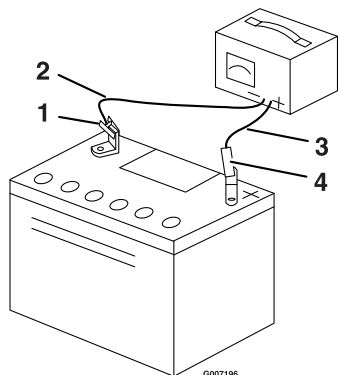

Figura 33
4. Cuando la batería esté completamente cargada, desconecte el cargador de la toma de electricidad, luego desconecte los cables del cargador de los bornes de la batería (Figura 33).